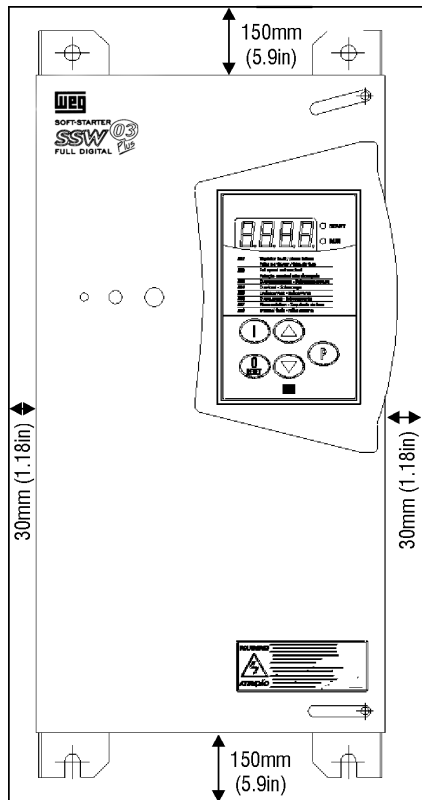

Figura. 3.1 - Espaços livres para ventilação
- ☑ Deixe no mínimo os espaços livres ao redor da SSW-03 Plus conforme a figura 3.1.